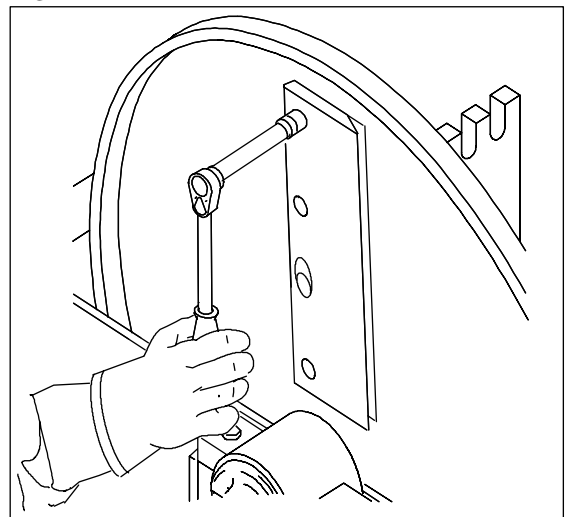

Bild 12. Entfernen der Befestigungsschrauben der Messer
2. Befestigungsschrauben M10 der Messer entfernen. Schraubenschlüssel so halten, dass Ihre Hand nicht gegen die Messer schlägt, falls der Schraubenschlüssel abrutscht, siehe Bild. 12.